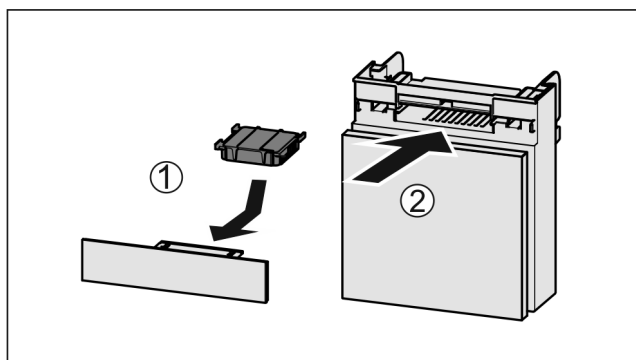

Fig. 89
- ▶ Вставити фільтр з активованого вугілля за малюнком Fig. 89 (1).
- ▶ Вставити відділення Fig. 89 (2).